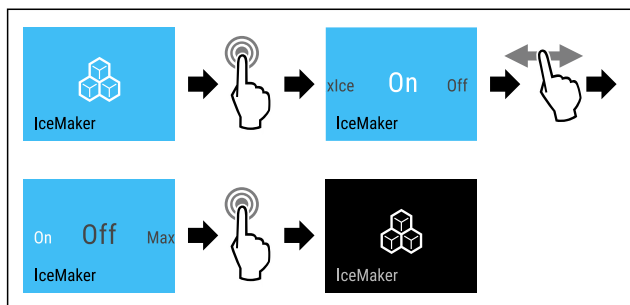

Fig. 20 Vzorčni prikaz z aktivno funkcijo IceMaker
- ▶ Izvedite zahtevane korake (glejte Fig. 20).